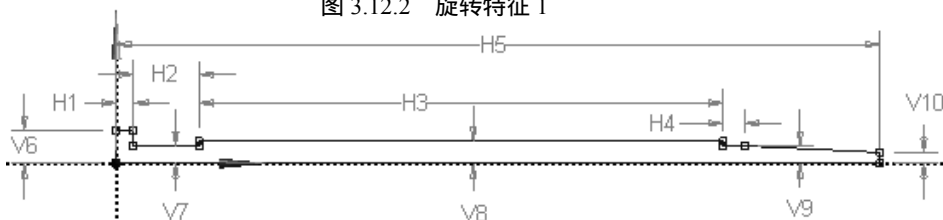

图 3.12.3 草图 1
(1) 绘制图 3.12.3 所示的草图 1。在“草图绘制”工具条的 **XYPlane** 下拉列表中选择 XYPlane 平面为草图平面，单击“New Sketch”按钮 ，绘制图 3.12.3 所示的截面草图，其中 H1=8, H2=30, H3=240, H4=10, H5=350, V6=15, V7=8, V8=10, V9=8, V10=5。